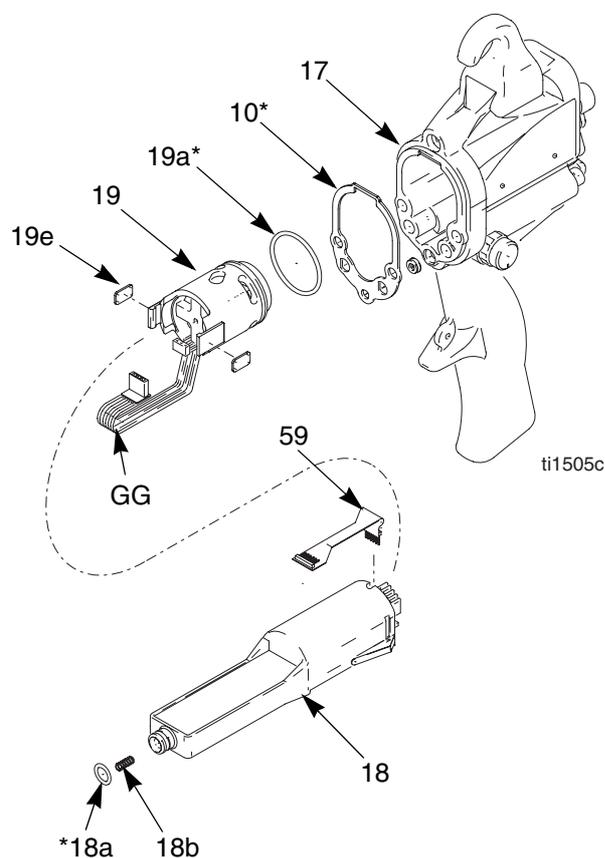

Abb. 17. Hochspannungserzeuger
3. Hochspannungseinsatz (18) mit einer Hand festhalten. Mit einer leichten Hin- und Herbewegung den Hochspannungserzeuger bzw. Generator vorsichtig vom Pistolengriff (17) abziehen und dann gerade herausziehen. *Nur bei den Smart-Modellen* die biegsame Leitung (59) an der Oberseite des Griffs (17) aus dem Sockel ziehen. Siehe Abb. 17.
4. Den dreipoligen Stecker (GG) vom Hochspannungserzeuger abziehen. Den Wechselstromgenerator nach oben schieben und vom Hochspannungserzeuger abnehmen. Hochspannungserzeuger und Wechselstromgenerator auf Schäden überprüfen. *Nur bei den Smart-Modellen* die 6-polige biegsame Leitung (59) vom Hochspannungserzeuger abnehmen.